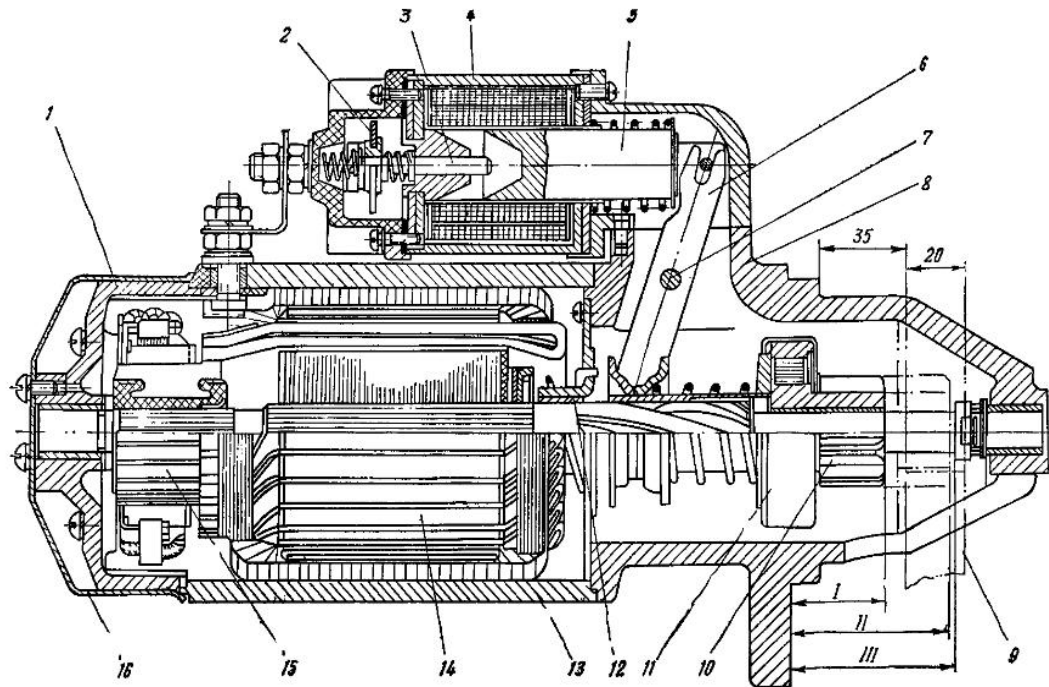

Рис. 49. Стартер:
Стартер СТ-222 (рис. 49) представляет собой электродвигатель постоянного тока последовательного возбуждения, катушки которого соединены по последовательно-параллельной схеме.
2. Снять кожух 16 (рис. 49), закрывающий щеточные люки, и проверить состояние коллектора, щеток щеткодержателя. Очистить крышку, щеткодержатель и коллектор.
Контакты реле должны замыкаться шайбой 2 (рис. 49), когда зазор между шестерней 10 и торцом упорной гайки составляет 2—3 мм. После замыкания контактов шток 3 должен иметь дополнительный ход не менее 1,5 мм.